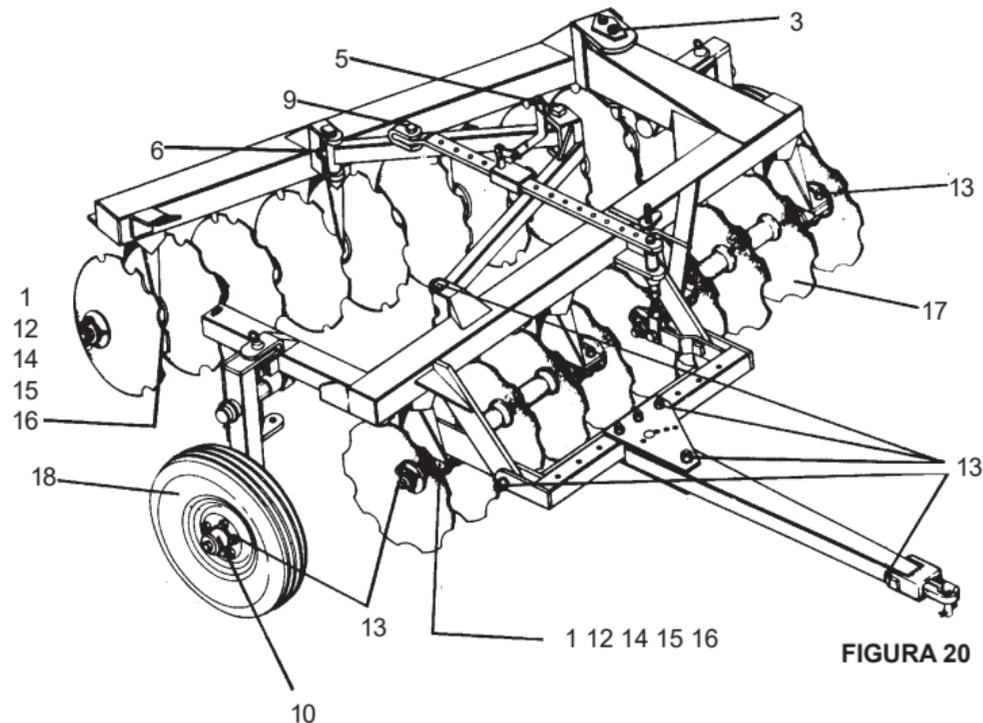

FIGURA 20
- Retirar a arruela item 1 da Figura 20.
- Soltar os parafusos item 2 e retirar a tampa item 3.
- Retirar 1 ou 2 juntas item 4, da tampa do mancal.